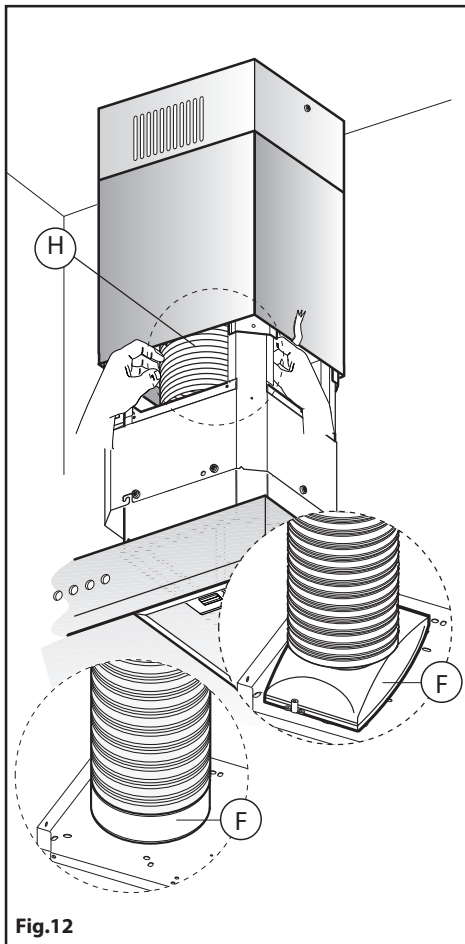

Fig.12
- Fissare il tubo di evacuazione aria **H** (non in dotazione) sulla Flangia di raccordo **F** (Fig.12)